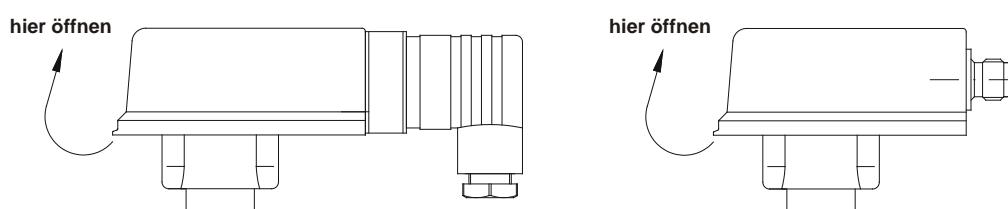

Abb.14
- ☞ Zum Verstellen der Schalteinheit öffnen Sie den Deckel des Schaltkopfes (→Abb. 14) (entfällt bei VK60...)